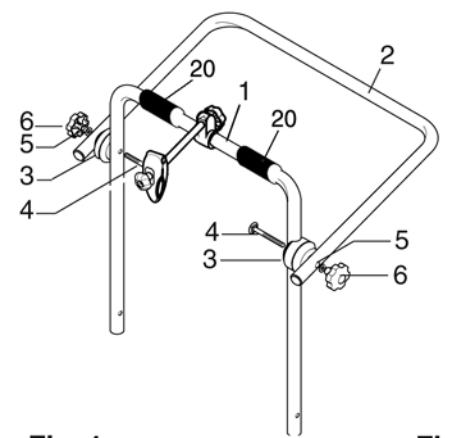

Fig. 1
- Bevestig de reservewielstang (2) aan de draagstang (1) door middel van de plastic gewrichten (3) zoals aangegeven in fig.1, met behulp van de bokopschroeven 6x100 (4), de ringetjes 6x18 (5) en de knoppen(6);
- Das Reserveradtragrohr (2) mit Hilfe der Kunststoffgelenke (3) am Traggestell (1) befestigen, so wie es in der Abb. 1 gezeigt ist. Dazu die Rundkopfschrauben 6x100 (4), die Unterlegscheiben 6x18 (5) und die Rändelgriffe (6) benutzen.
- Fixez le tube entourant la roue (2) sur le tube portant (1) à l'aide de rotules en plastique (3), comme l'indique la fig. 1, en utilisant les vis à tête ronde 6x100 (4), les rondelles 6x18 (5) et les pommeaux (6);